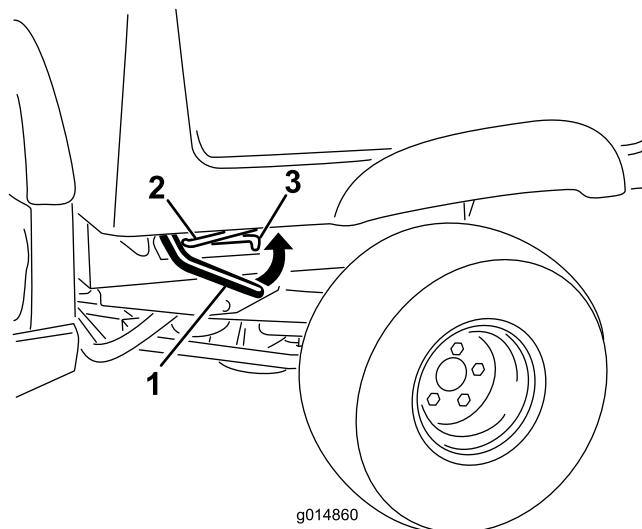

Figure 13
1. Tirez sur le levier de chaque côté du plateau et levez le plateau (Figure 13).
1. Levez légèrement le plateau en tirant sur le levier de verrouillage (Figure 13).